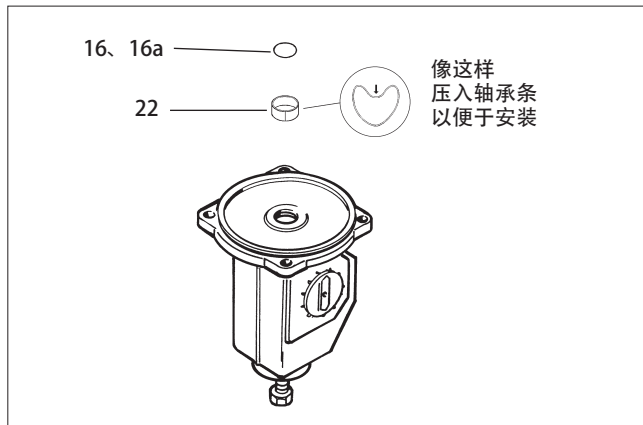

图.9 安装活塞杆轴承和密封件
- 拆下 O 型圈 (16、16a) 和轴承 (22)。清理密封空间。
- 使用 Unisilikon L250L 或同等硅脂润滑密封空间和新的 O 型圈 (16、16a)。安装新轴承 (22) 和 O 型圈 (16、16a)。参见图 9。